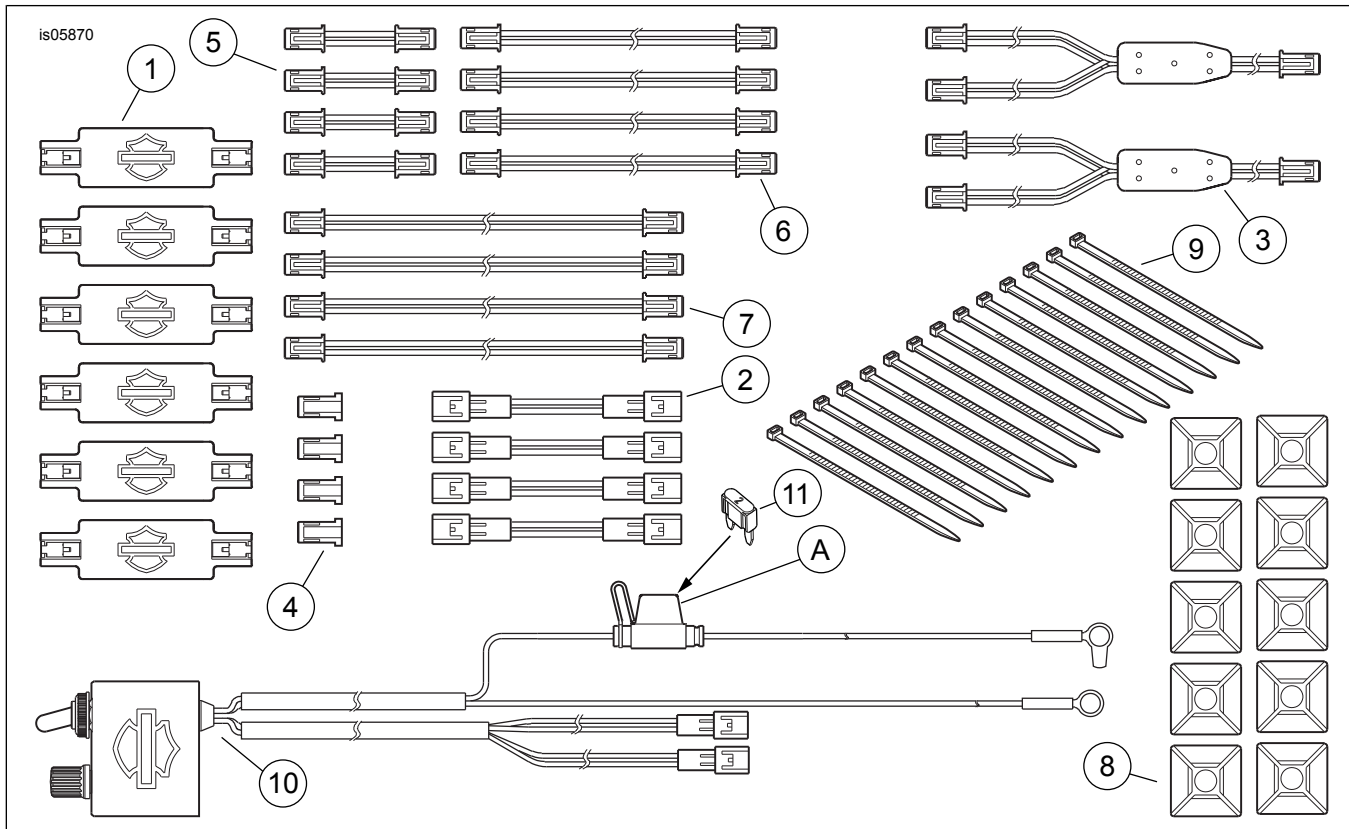
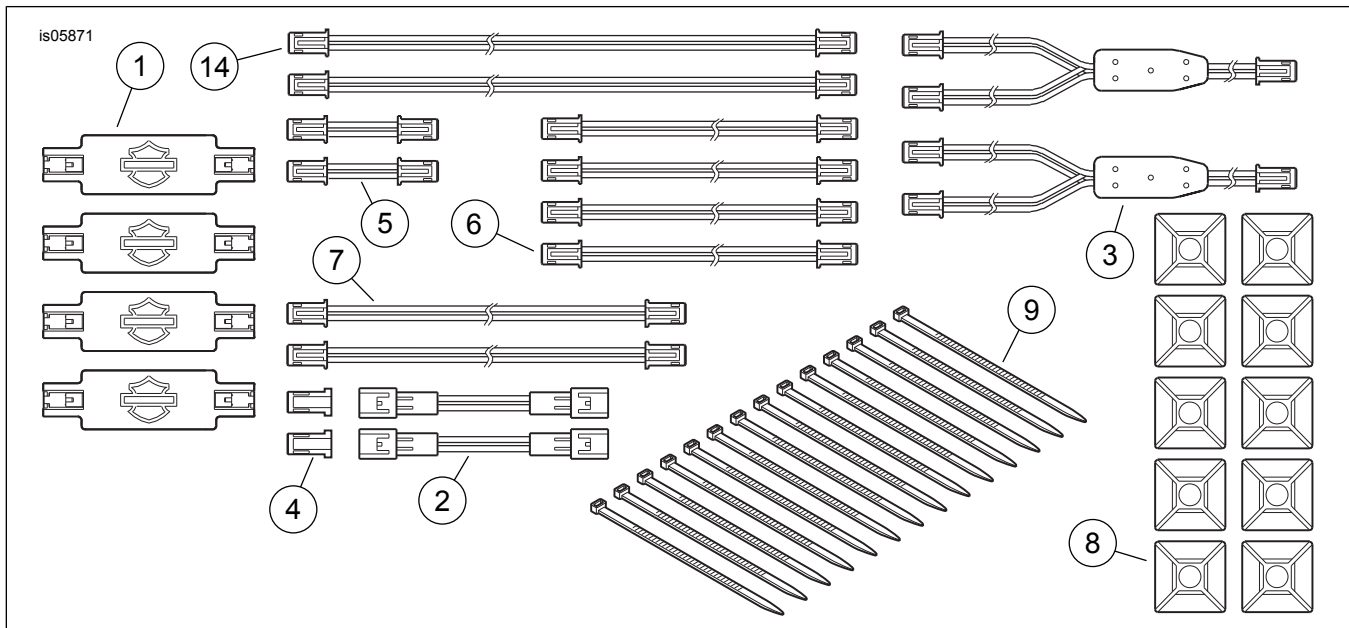

Figura 2. Peças de reposição, Kits de casulos luminosos Electra-Glo
Figura 3. Peças de reposição, Kits de expansão de casulos luminosos Electra-Glo
Veja Figura 2, Figura 3, e Tabela 3.
1. Veja Figura 2. Posicione a caixa do controlador (10) sobre uma superfície plana que permita que os fios vermelho (+) e preto (-) alcancem os terminais da bateria e o motociclista acesse os controles (com o veículo estacionado) e, se necessário, o suporte do fusível em linha (A).